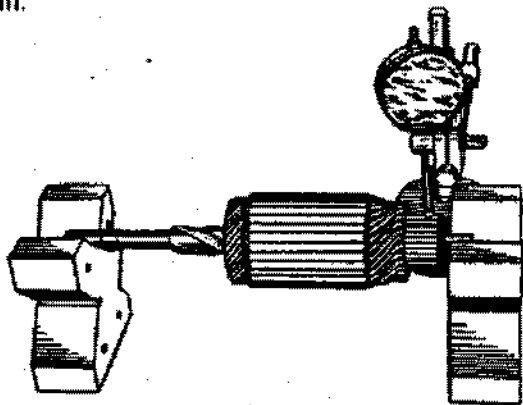

Fig. 7-15. Verificação da oscilação do coletor
2. Soltar o parafuso de fixação do suporte das escovas na tampa 10, pelo lado do coletor, e remover o suporte da escovas 9 com a junta. Soltar as conexões das escovas e remover as escovas (fig. 7-15).
Fig. 7-15. Componentes do motor de partida: 1 - tampa do motor de partida - flange de fixação; 2 - tampão de borracha; 3 - alavanca de acionamento; 4 - solenóide; 5 - sapata polar do estator; 6 - enrolamento em série do estator; 7 - rolamento de derivação do estator; 8 - passamuro de borracha; 9 - suporte do porta-escovas; 10 - tampa do coletor; 11 - escova; 12 - mola da escova; 13 - disco de frenagem da tampa; 14 - carcaça; 15 - prisioneiro de fixação; 16 - Induzido; 17 - limitador de curso do pinhão; 18 - acoplamento da roda livre com pinhão de acionamento; 19 - arruela de encosto; 20 - arruela de ajuste.
Examinar a superfície de trabalho do coletor e verificar sua oscilação com relação à árvore do induzido, apoiando suas extremidades sobre prismas e medindo com um micrômetro de dial (fig. 7-15). Se a superfície está suja ou queimada, limpá-la com uma lixa de granulação fina. No caso de danos maiores, ou se a oscilação do coletor for maior do que 0,06 mm, o coletor deverá ser retificado, removendo-se a menor quantidade possível de material. O diâmetro mínimo do coletor, após a retificação, não deverá ser inferior a 36 mm.